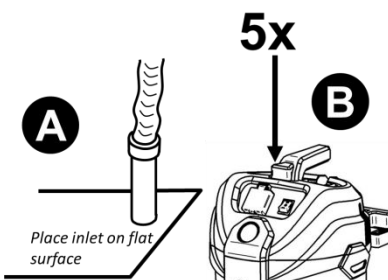

Figura 6
- c. Consulte la figura 6. Coloque el extremo de la manguera en la palma de su mano o en una superficie sólida y plana **(A)**. Esto cerrará el flujo de aire y aumentará la presión en el depósito para limpiar los filtros.